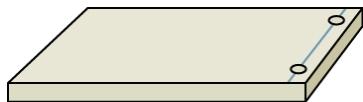

Рис. 5.86. Первая деталь из пластика толщиной 3,2 мм или более с двумя выполненными отверстиями
На рис. 5.86–5.90 показан порядок соединения одной детали из АБС-пластика толщиной $1/8''$ (3,2 мм) или толще к другой детали толщиной $1/4''$ (6,4 мм), которую я считаю минимальной для крепления саморезами в торец.
1. Нанесите линию разметки на краю более тонкого пластика на расстоянии $1/8''$ (3,2 мм) от края (рис. 5.86). Для саморезов #4 нужно просверлить отверстия сверлом диаметром $7/64''$ (2,78 мм). Если вы используете саморезы с плоской головкой, то зенковать отверстия под них нужно очень осторожно.
Рис. 5.90. На рис. 5.86–5.90 показаны все 4 этапа соединения деталей из АБС-пластика с использованием саморезов #4, предназначенных для скрепления тонколистового металла. В детали из тонкого пластика сделайте отверстия диаметром $7/64''$ (2,78 мм) ровно по линии на расстоянии $1/8''$ (3,2 мм) от края, затем сделайте разметку отверстий на торце другой детали. Просверлите отверстия диаметром $3/32''$ (2,4 мм), которые должны располагаться точно по центру толщины второй детали, затем, как показано на этом рисунке, выполните соединение деталей с помощью саморезов